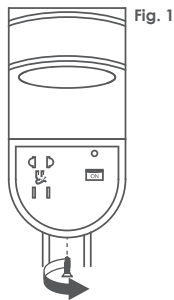

Fig. 1
- Retire el tornillo ubicado en la parte inferior del soporte como se muestra en la Fig. 1, luego retire la cubierta.